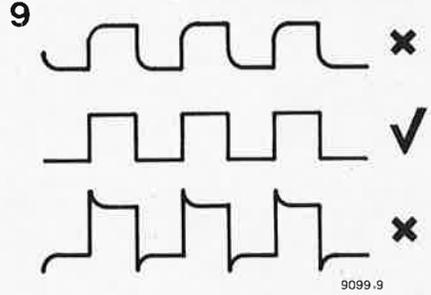

Figure 9. Formes d'ondes correctes et incorrectes pour le réglage de l'atténuateur Y.
- L'étalonnage de l'oscilloscope à basse fréquence est maintenant achevé. Il nous reste à ajuster les trimmers sur les atténuateurs en Y. Pour cela, il faut disposer d'un signal rectangulaire d'1kHz environ. Ce signal doit avoir un temps de montée rapide et le générateur présenter une faible impédance de sortie. Pour éviter toute déformation du signal par une charge capacitive, l'oscillateur doit être relié à l'oscilloscope par un câble de très faible longueur. Il s'agit d'ajuster chaque trimmer jusqu'à ce que le signal visualisé sur l'oscilloscope soit le plus proche possible d'un signal rectangulaire, sans présenter ni dépassement ni arrondi au niveau du front initial du signal. La figure 9 présente les formes d'ondes correctes et incorrectes. Naturellement, pour que cette méthode d'étalonnage soit valable, le signal d'entrée doit être au départ parfaitement rectangulaire!
- Les connexions du filament du tube cathodique (h, h dans la 1ère partie, figure 9) sont repérées f, f (pour filament) dans la 1ère partie, figures 7 et 8. Les connexions du filament sur l'embase du tube cathodique sont reliées directement à l'enroulement 6,3 V du transformateur. La connexion cathode (k) doit être reliée directement à l'une des broches du filament sur l'embase du tube cathodique.
- En ce qui concerne la 2ème partie, figure 7, il est à noter que les connexions allant de la sortie X et Y vers l'embase du tube cathodique ne s'appliquent qu'aux tubes Telefunken. Pour les tubes RTC, voir la 1ère partie, figure 9 et brancher comme suit: